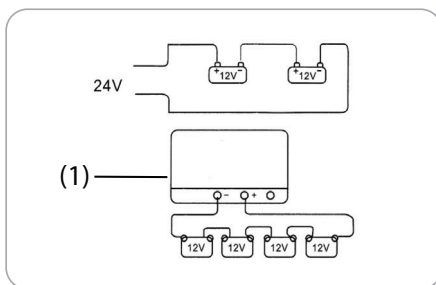
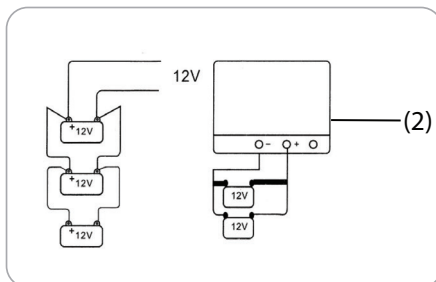

Fig.6a
Fig.6b
Efectuati cu atentie sporita acest tip de operatie. Cand este necesara incarcarea mai multor acumulatori in acelasi timp, se poate opta pentru legaturi in "serie" Fig 6a (1) sau in "paralel" Fig 6b (2).